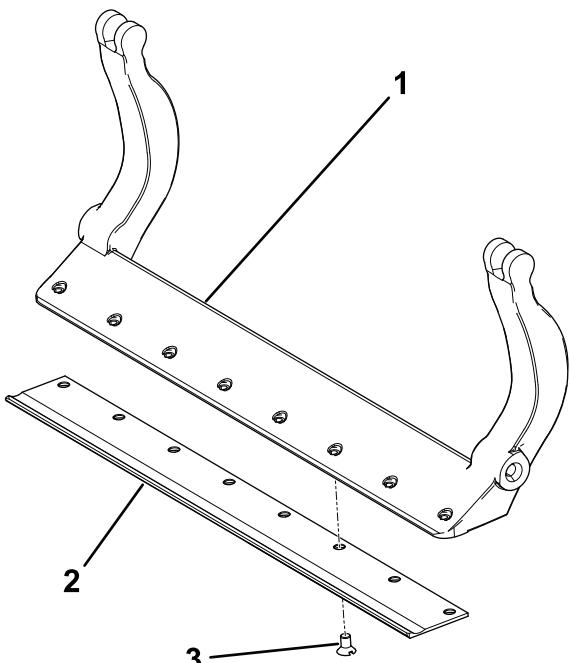

图34
3. 如图34 所示在螺丝上涂抹防粘剂将底刀安装到底刀架上
A. 将 2 个外部螺丝的扭矩上紧至 $1\text{N}\cdot\text{m}$ 请参阅图 34。
B. 按照从底刀中间向两端的顺序上紧螺丝扭矩至 $2328\text{N}\cdot\text{m}$ 请参阅图34。